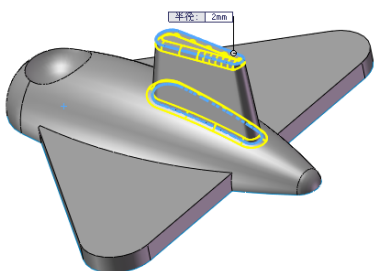

图 9-124 选择圆角边 1
(17) 圆角处理。选择菜单栏中的“插入”→“特征”→“圆角”命令，或者单击“特征”工具栏中的 （圆角）按钮，此时系统弹出“圆角”属性管理器。在属性管理器中输入圆角半径为“2”，在视图中选择如图 9-124~9-126 所示的边线。单击属性管理器中的 （确定）按钮，重复“圆角”命令，选择如图 9-126 所示的边线，结果如图 9-127 所示。